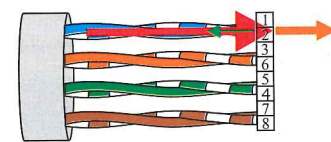

Figura 6.53. Pérdidas de retorno.
- **Pérdida de retorno (Return Loss).** Relación entre la potencia emitida por un par y la que retorna el mismo par, debido fundamentalmente a la reflexión de la señal en las conexiones por una falta de adaptación de impedancias (Figura 6.53). Se mide en dB.